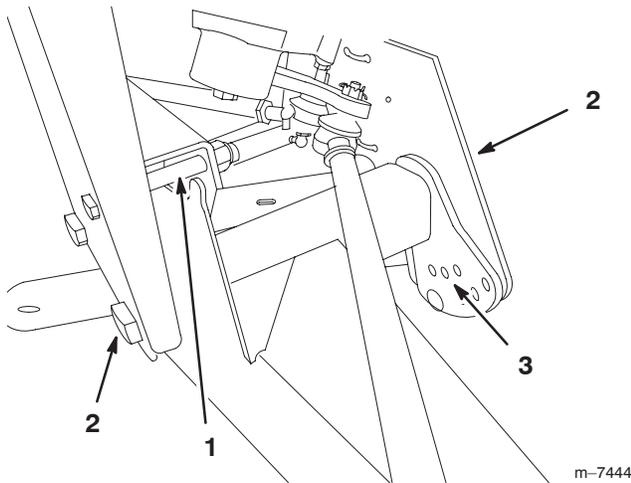

Figure 36
2. Enlevez le boulon limiteur de course (Fig. 36).
3. Desserrez les boulons de centrage dans le bras triangulé avant (Fig. 36).
4. Retirez le boulon de réglage de hauteur de caisse (Fig. 36).
5. Tournez le bras triangulé avant à la position voulue (voir la remarque ci-après), puis remettre en place le boulon de réglage de hauteur de caisse (Fig. 36).
7. Remettez le boulon limiteur de course (Fig. 36).